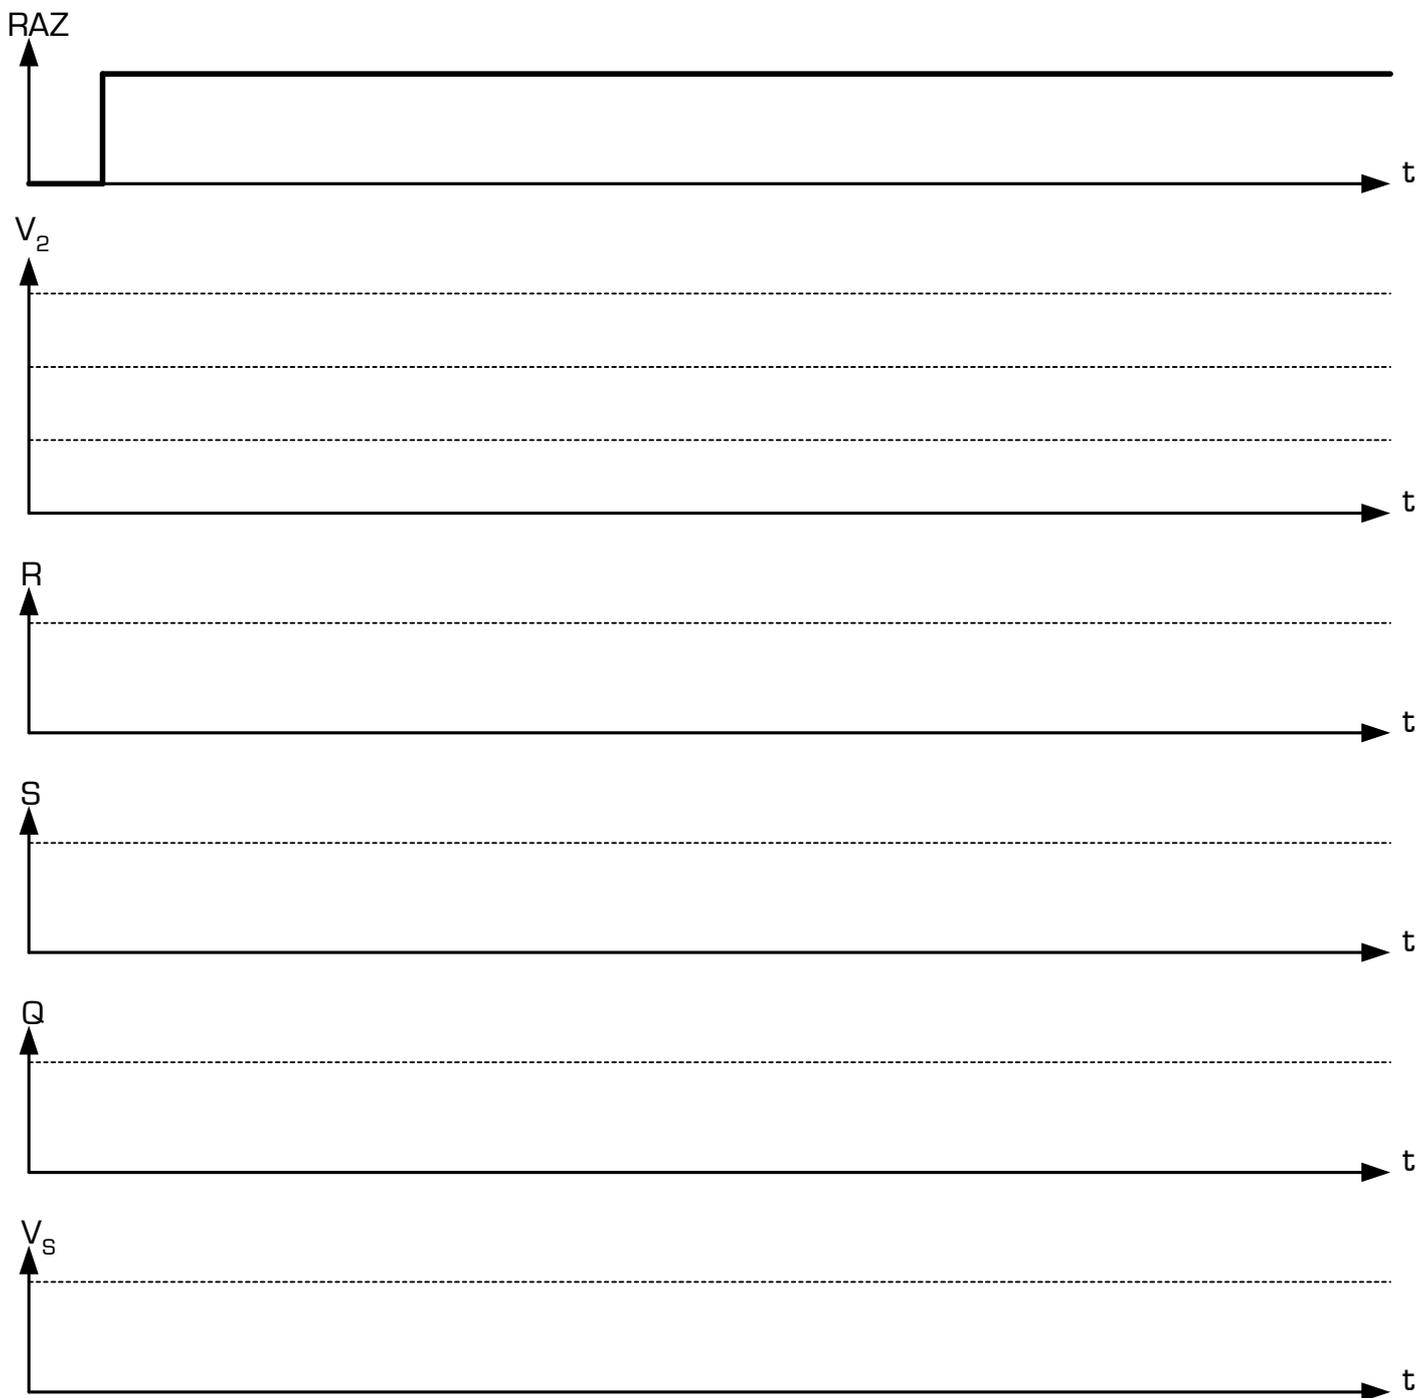

*Figure 3 : câblage du NE 555 en astable*
En connectant quelques composants autour du NE 555, on réalise le câblage de la *Figure 3* dans lequel :
On peut remarquer sur le schéma de la *Figure 3* que :
- II - 3** - Les tensions  $V_2$  et  $V_6$  sont identiques puisque les bornes 2 et 6 sont connectées ensemble. Nous noterons  $V_2$  la tension présente sur les bornes 2 et 6 du NE 555, cette tension correspondant à la tension présente aux bornes du condensateur C. Fléchez les tensions  $V_2$  et  $V_s$  sur le schéma de la *Figure 3* [page 2].
- II - 7** - En déduire la période et le rapport cyclique du signal rectangulaire  $V_s$  généré par le montage de la *Figure 3*, ainsi que la fréquence de clignotement de la LED D. Graduez tous les axes des signaux ci-dessus en conséquence.
- II - 8** - On garde le même câblage que celui de la *Figure 3* [page 2], avec les mêmes valeurs des composants mais en alimentant le circuit avec une tension  $V_{cc} = 5\text{ V}$  à la place de  $V_{cc} = 12\text{ V}$ . Quelles sont les caractéristiques du signal de sortie  $V_s$  qui sont modifiées à la suite du changement de la tension d'alimentation du montage ?